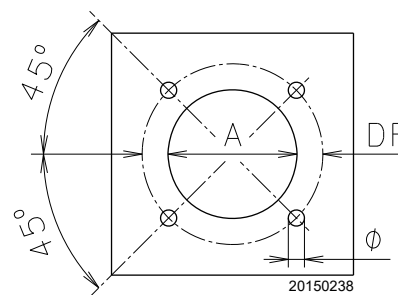

Рис. 15
Просверлите отверстия в плите, закрывающей камеру сгорания, как показано на рис (Рис. 15). Положение резьбовых отверстий можно разметить с помощью теплового экрана из комплекта горелки.
- Вставьте горелку в ранее подготовленное отверстие котла (Рис. 15) и закрепите ее при помощи винтов из комплекта поставки.